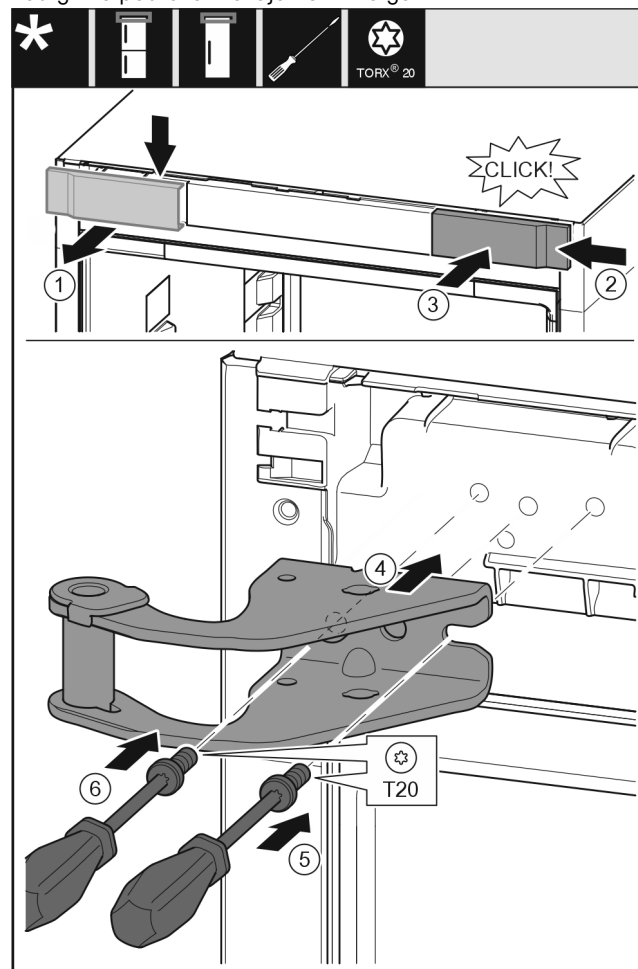

Fig. 11
- ▶ Skinite poklopac Fig. 11 (1) odozgo prema naprijed.
- ▶ Zakvačite poklopac Fig. 11 (2) okrenut za 180° na drugoj strani zdesna.
- ▶ Pustite da se poklopac Fig. 11 (3) uglavi.
- ▶ Postavite gornji podložak ležaja Fig. 11 (4).
- ▶ Odvijačem umetnite i pritegnite vijak Fig. 11 (5).
- ▶ Odvijačem umetnite i pritegnite vijak Fig. 11 (6).